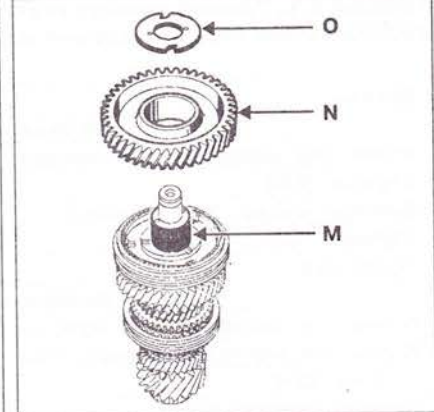

Рис. 5.65. Установите игольчатый подшипник **Е**, фигурную шайбу **Г**, втулку **Н**.
35. Установите игольчатый подшипник **Е** и шестерню (**F**) 4-й передачи с установленным кольцом синхронизатора. Установите фигурную шайбу **Г**. При помощи приспособления **В. Vi. 1510-01**, индекс **N**, насадите втулку **Н** шестерни заднего хода (обеспечьте давление в 5 тонн в конце запрессовки) (рис. 5.65).